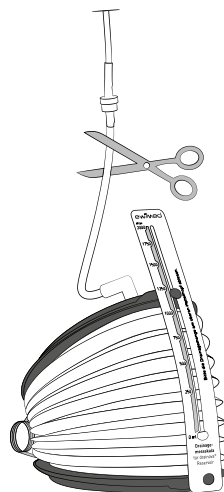

Fig. 1
4. Tagliare ora il tubo sotto la valvola di ritegno\* (Fig. 1). Smaltire il pezzo tagliato del tubo con un morsetto e il perno di inserimento. Se necessario, utilizzare il panno preparato. Per smaltire il fluido nel serbatoio attraverso la toilette, posizionare il sistema del tubo flessibile in modo tale che l'apertura del tubo sopra la toilette sia rivolta verso il basso.